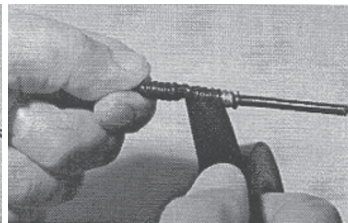

figura 49
2. Inicie a primeira camada enrolando a fita isolante sobre a emenda, de modo que cada volta cubra metade da volta anterior (**figura 49**).